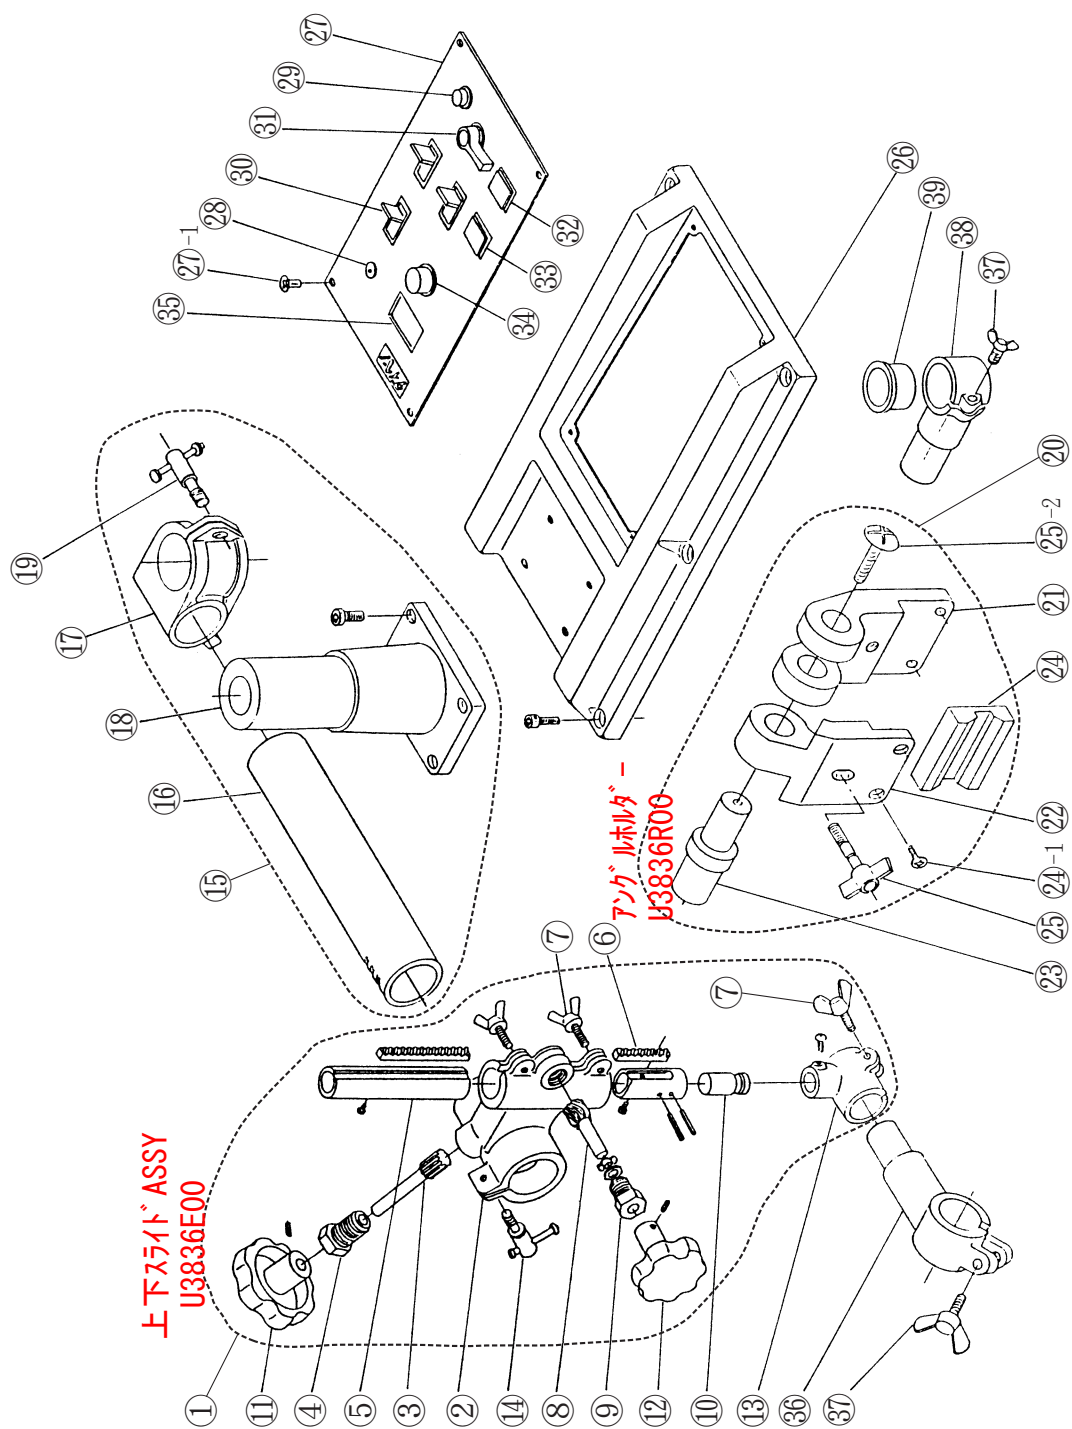

図3. CRC-401形トーチマウント&操作パネル部品構成図
③ トーチマウントおよび操作パネル関係（照合No.は図3参照）
③ トーチマウントおよび操作パネル関係（照合No.は図3参照）（つづき）